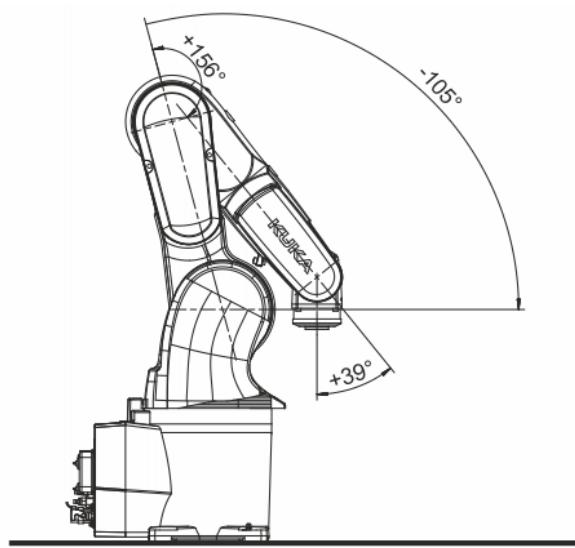

Abb. 11-11: Transportstellung
- Roboter in Betrieb nehmen und in Transportstellung verfahren (>>> *Abb. 11-11*).